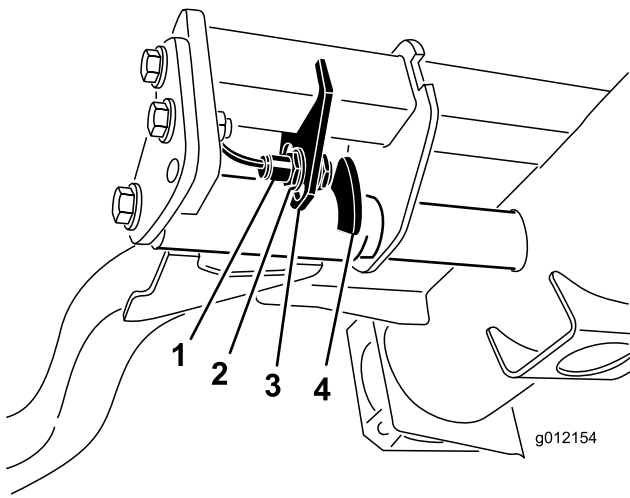

Bild 34
2. Der Hubarmschalter befindet sich unter dem Hydraulikbehälter hinter dem rechten vorderen Hubarm (Bild 34).
3. Lösen Sie die Befestigungsschrauben des Schalters (Bild 34) und schieben den Schalter nach unten, um die Wendehöhe des Hubarms zu erhöhen, oder schieben Sie den Schalter nach oben, um die Wendehöhe des Hubarms zu verringern. Ziehen Sie die Befestigungsschrauben fest.